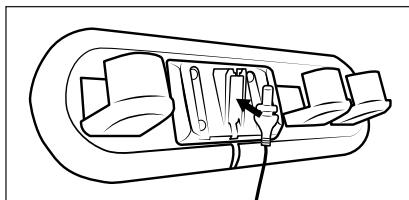

Rys. 3
- 3) Wsuń akumulator serii X 20 V TEAM (patrz rozdział **Informacje na temat akumulatora**) w uchwyt akumulatora 1, aż zatrzaśnie się słyszalnie z odgosem kliknięcia (patrz rys. 3).